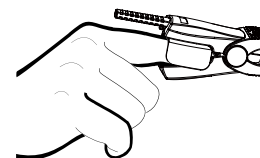

Abb. 3-2 Platzierung von Sensor
- Wählen Sie die passende Sonde in Bezug auf den Typ und Dimension. Befestigen Sie den Sensor an der geeigneten Stelle des Fingers des Benutzers, siehe Abb.3-2.